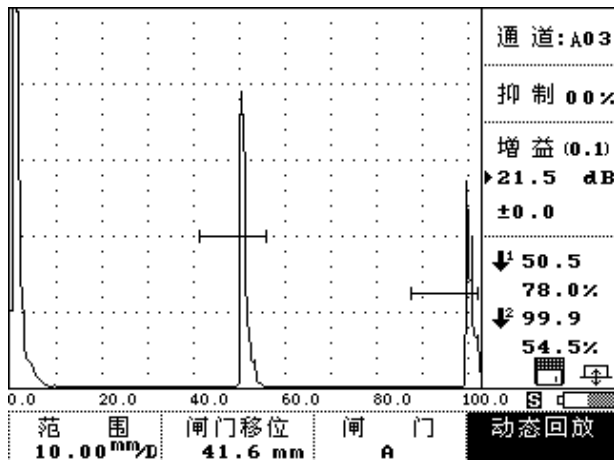

图 3-5-2
- ① 按  键或转动旋钮到  栏单击旋钮进入检测状态后，再按与动态回放栏相对应的  键或转动旋钮到  栏单击旋钮，仪器滚出提示输入信息；如图 3-5-2 所示